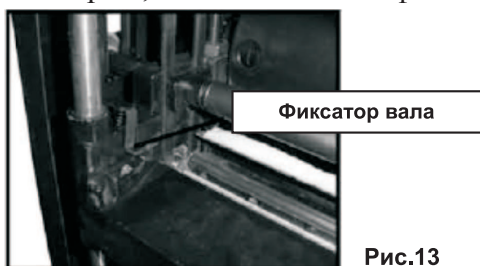

Рис.13
- фиксация вала происходит в шести различных позициях. Если вал зафиксировался в неудобной позиции, воспользуйтесь рычагом фиксации (рис. 13), нажав на который, можно ослабить фиксатор и повернуть вал